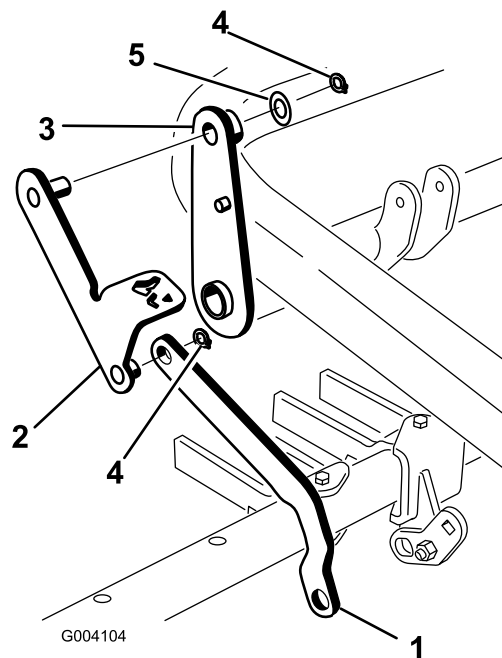

Figure 15
4. Passez le tenon sur l'autre extrémité du levier de pédale à travers le haut du levier et fixez-le en place avec une rondelle (7/8 po) et une bague de retenue (Figure 15).
3. Glissez l'extrémité de la bielle de barre porte-outil sur le tenon court du levier de pédale et fixez-la avec une bague de retenue (Figure 15).